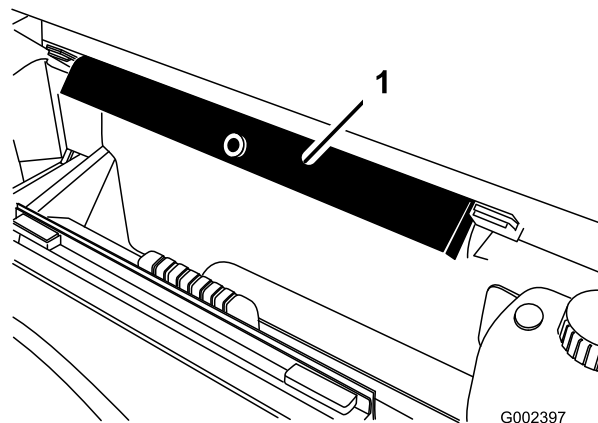

**Figura 45**
3. Rimuovete i bulloni di sicurezza dalla parte anteriore del telaio di supporto (Figura 45).